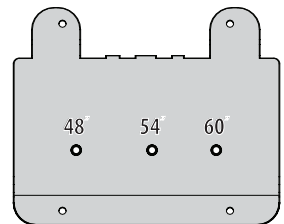

Figura 9
- Usando la Figura 9, localice la ubicación correcta del orificio de montaje en la placa de montaje para su tractor.